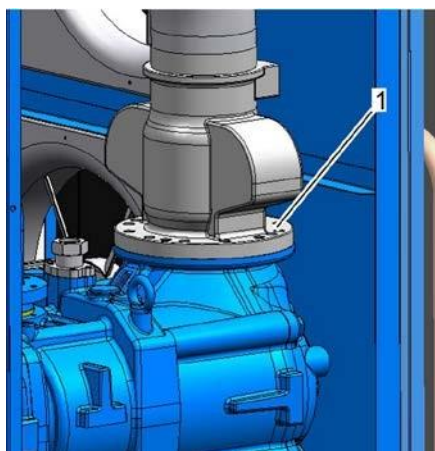
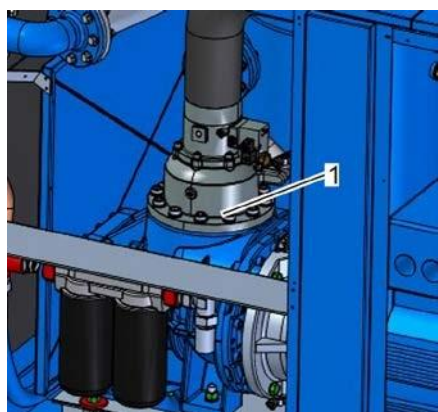

Рис. 31: Крепежные винты регулятора впуска (вариант)
Рис. 32: Крепежные винты регулятора впуска (вариант)
1. Отверните крепежные винты регулятора впуска (Рис. 31/1 или Рис. 32/1).